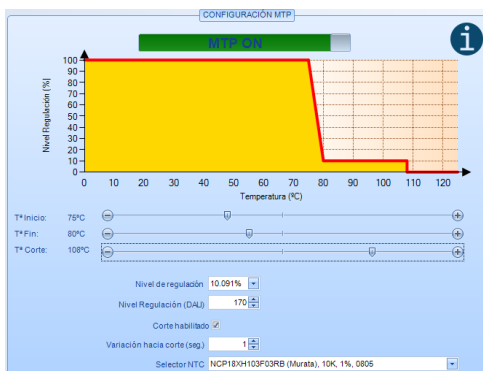

Fig. 9- MTP con temperatura de corte
- **Con temperatura de corte** (Fig. 9). El rearme se realizará cuando la temperatura baje 5°C por debajo de  $T_{inicio}$ .